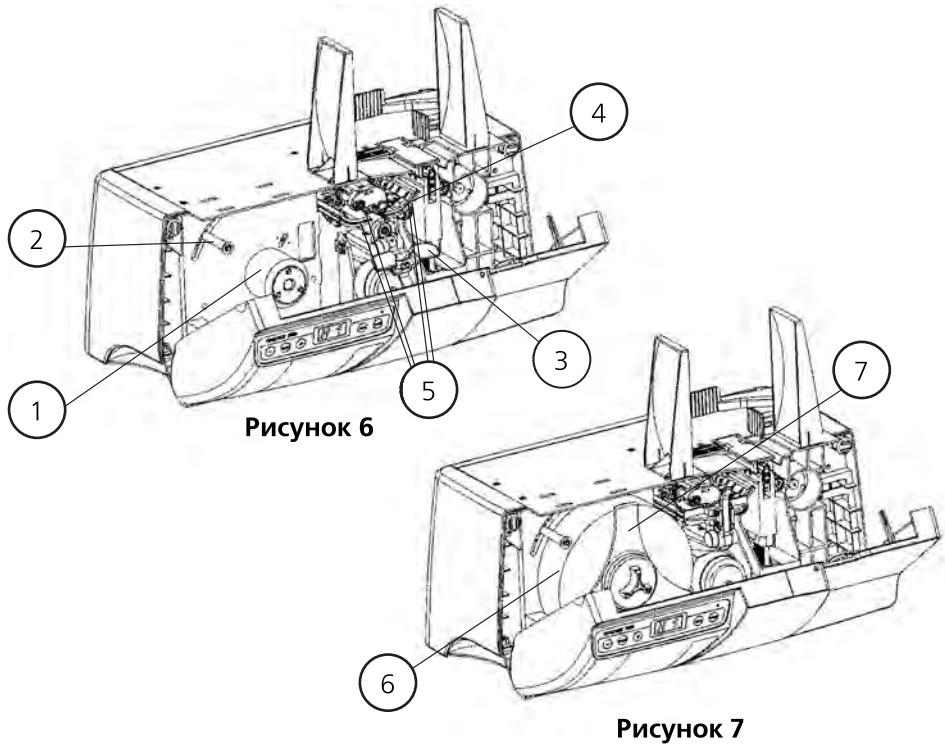

Рисунок 7
- снимите крышку рулона **7** (рис. 7);
- замятый либо неровный край ленты обрежьте поперёк под углом 90°. Наденьте рулон **6** (рис. 7, 8) на ось **1** (рис. 6), если наружний диаметр рулона не позволяет его устано-
- зафиксируйте рулон **6** (рис. 7, 8) крышкой рулона **7** (рис. 7);
12. При необходимости замены рулона до того, как на нём закончилась термолента, а также в случае, если термолента замялась в тракте подачи, или в тракте подачи остался неизрасходованный кусок термоленты, действуйте следующим образом: Выключите питание прибора с помощью выключателя 16 (рис. 2). Откройте переднюю крышку 14 (рис. 1). Откройте тракт подачи, опустив вниз до упора подниматель ролика 3 (рис. 6, 8). Плавным движением на себя, одной рукой вытяните конец термоленты из захвата 11 (рис. 1), а другой рукой из тракта подачи 5 (рис. 6, 8). Снимите крышку рулона 7 (рис. 7). Вращая рулон рукой по часовой стрелке, намотайте на него свободный конец термоленты и выньте рулон. После этого можно установить новый рулон.